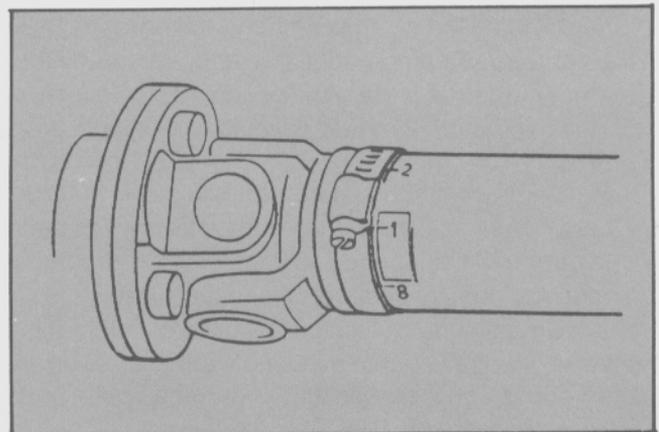

Fig. 5
- Repetir la prueba y comprobar si el ruido ha disminuido o aumentado. Tomar nota del resultado obtenido en la posición "1" (Fig. 5).